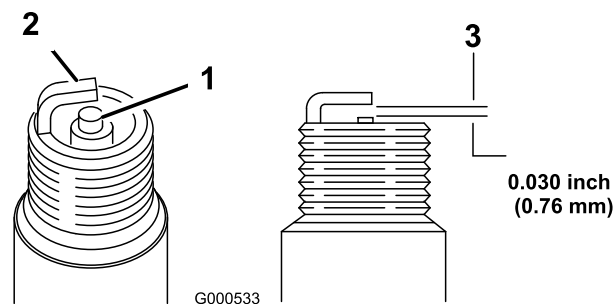

Figure 40
5. Réglez l'écartement des électrodes à 0,76 mm (Figure 40).